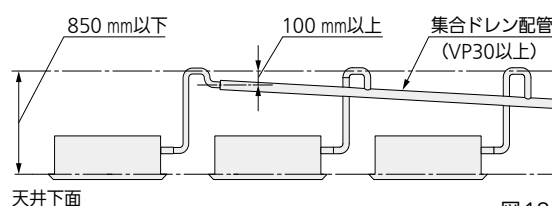

図 18
- 集合ドレン配管を行う場合は 1/100 以上の下り勾配を付け、ドレン配管立ち上がり部より低くなるようにしてください。(100 mm以上) (図 18)
- 集合ドレン配管の太さは集合した本体の台数分に見合うだけの太い配管 (VP30以上) で施工してください。(図 18)